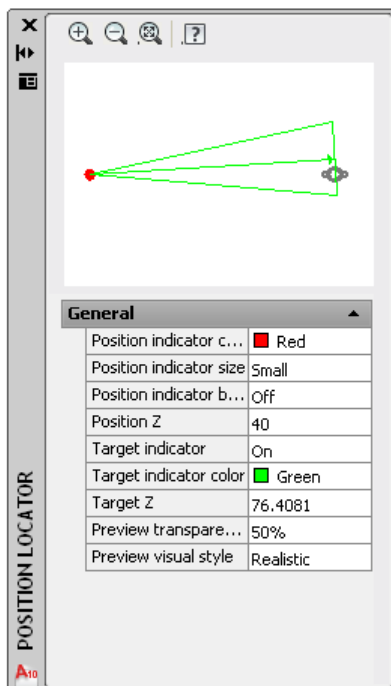

Рис. 10.22
- Команди Walk (Прогулка) і Fly (Полет) надають наступні можливості. При виборі позиції Walk (Прогулка) у користувача з'являється можливість "прогулятися" по моделі й розглянути її з погляду незалежного спостерігача. Керування здійснюється клавішами керування курсором за допомогою палітри Position Locator (Положение наблюдателя) (рис. 10.22), що з'являється автоматично після виклику команди.